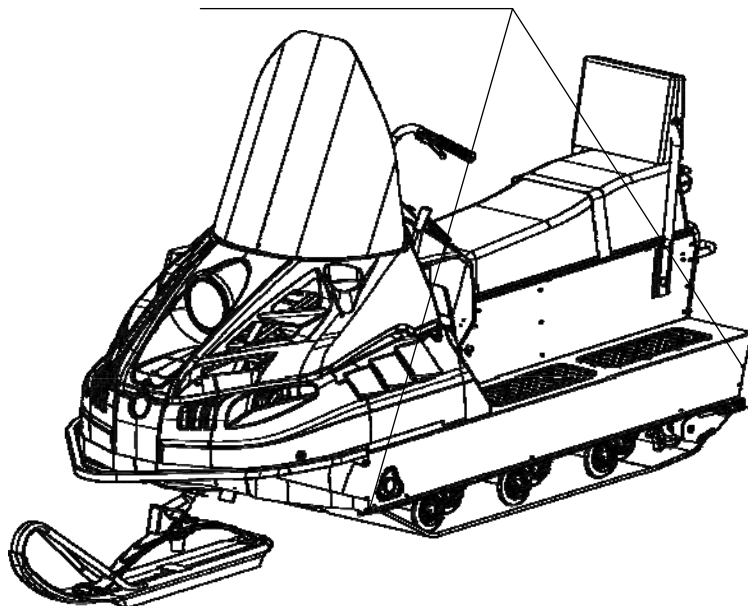

Рисунок 13– Схема строповки снегоходов БУРАН 4Т
- снегоходы БУРАН 4Т – за нижние передние уголки рамы и заднюю окантовку рамы (рисунок 13);